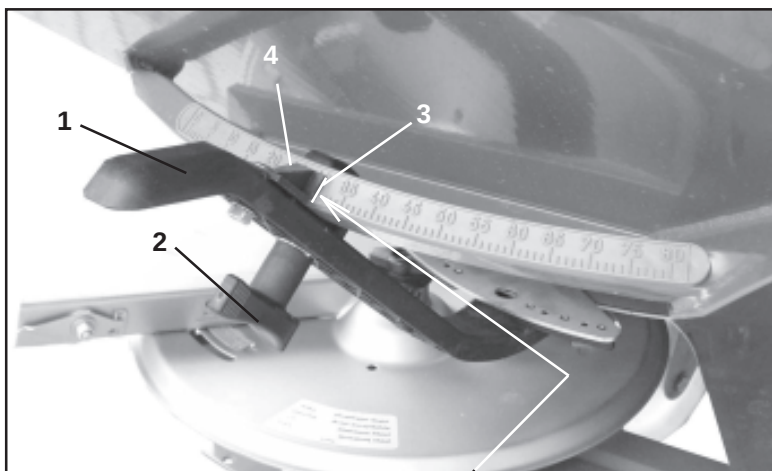

Fig. 7.5
For den ønskede spredemængde bliver den **ønskede skodstilling** indstillet med de to indstillingsgreb (Fig 7.5/1). Den **pågældende skodstilling** til indstillingsgrebet **tages enten direkte fra spredetabellen (Kap. 7.2.1) - eller bestemmes med indsåningsskiven (Kap. 7.2.3).**
- Fløjmotrikken (Fig 7.5/2) løsnes.
- Aflæsekanten (Fig 7.5/4) på indstillingsbeslaget (Fig 7.5/3) indstilles på den viste indstillingsværdi (skodstilling) fra spredetabellen, henholdsvis indsåningsskivens indstillingsværdi.